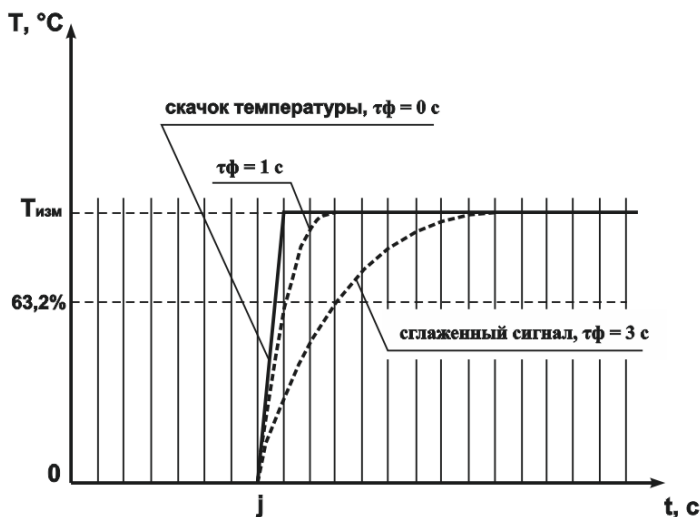

Рисунок 4
2.2.6.2 Цифровой фильтр устраняет шумовые составляющие сигнала, осуществляя его экспоненциальное сглаживание. Основной характеристикой экспоненциального фильтра является « $\tau\Phi$ » – постоянная времени цифрового фильтра, параметр $F_{\text{гт}}$ – интервал, в течение которого температура достигает **63,2 %** измеренного значения «Тизм» (рис. 4).